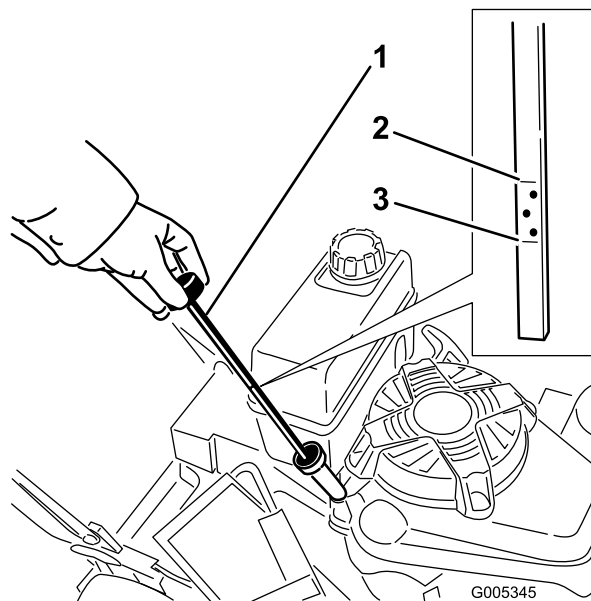

Figura 10
2. Limpie alrededor de la varilla (Figura 10).
6. Retire la varilla y compruebe el nivel de aceite en la misma (Figura 10).
Antes de cada uso, compruebe que el nivel de aceite está entre las marcas Añadir y Lleno de la varilla (Figura 10).